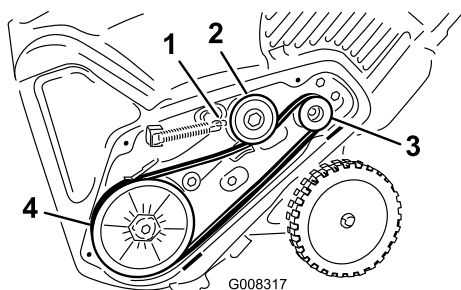

Figure 37
- Montez et acheminez la nouvelle courroie comme indiqué à la (Figure 37).
- Raccrochez le ressort de frein au bras de la poulie de tension (Figure 37).